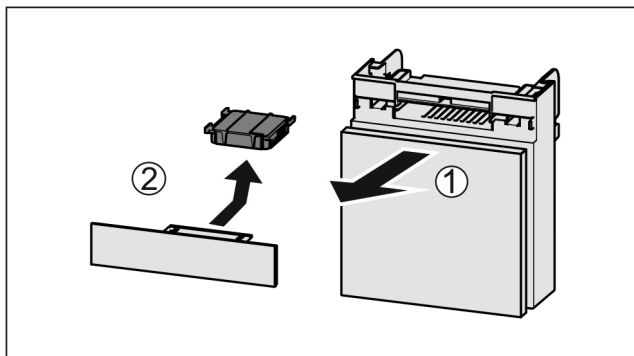

Fig. 100
- ▶ 向前拉出 Fig. 100 (1) 抽屉。
- ▶ 取出 Fig. 100 (2) 活性炭过滤器。